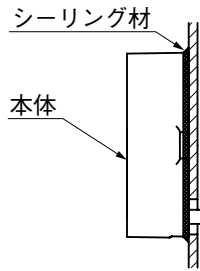

図1-3 シーリング処理
- ③ 本体の周囲にシーリングしてください。(図1-3参照)